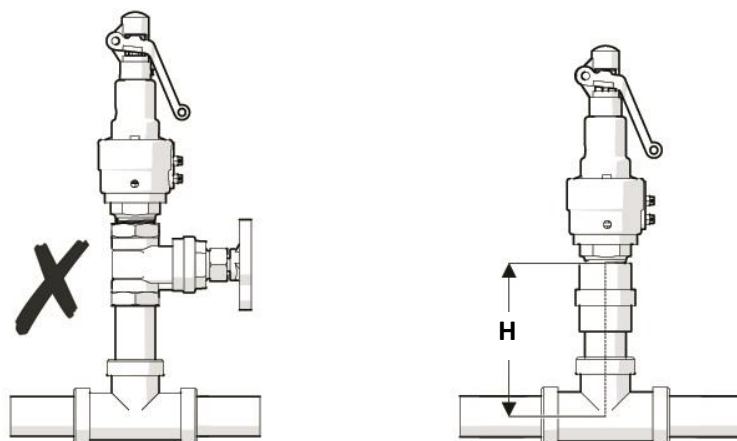

Fig. 4 Consideraciones para la conexión de entrada de la válvula
3. No debe instalar ningún tipo de válvula de corte a la entrada o salida de la válvula de seguridad (Fig. 4).
4. Cuando la válvula es utilizada en un recipiente, esta debe de ser conectada directamente sin intervención de otras tuberías de conexión innecesarias y lo más cercano posible al recipiente. Si existe una tubería de conexión, la longitud (**H**) debe ser igual o menor a la distancia entre caras de una conexión "T" estándar de la misma medida y presión. (Fig. 4)
5. Si la válvula es montada sobre una línea, la longitud de la tubería de conexión de entrada no debe ser mayor que la longitud (**H**). (Fig. 4)